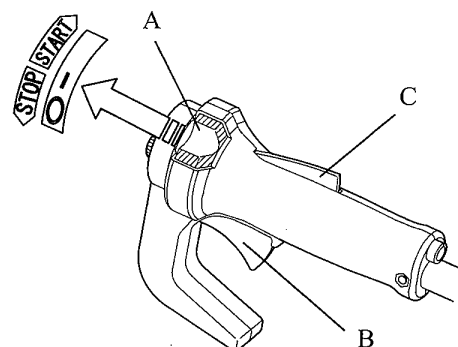

Fig.6-1
1. Enfoncer en même temps le blocage de gâchette d'accélérateur (C) et la gâchette d'accélérateur (B). (Fig.6-1)